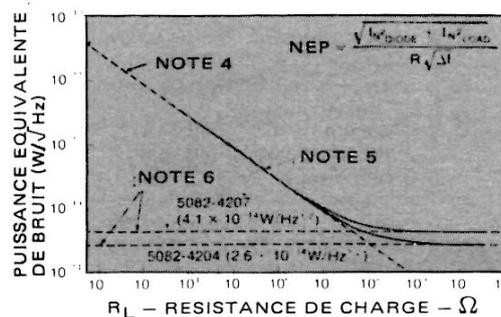

FIGURE 8 - Puissance équivalente de bruit en fonction de la résistance de charge
3. Le dépassement de la tension inverse de repos diminue les qualités de faible bruit de la diode, effet sensible uniquement dans le cas où l'on fonctionne dans la zone de faible bruit (voir Figure 8).